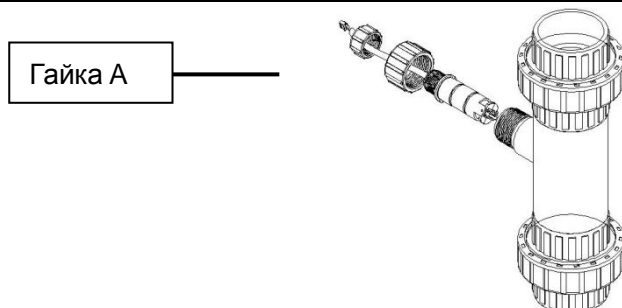

Рисунок 5. Установка зонда расходомера.
- В. Если расходомер прекратил измерение, но измеряемая жидкость по прежнему течет, следует проверить режим работы зонда онлайн. Открутите гайку А (см. рис. 5), и проверьте рабочее состояние диода на задней стороне зонда. Если диод постоянно горит или постоянно выключен, это говорит о том, что рабочее колесо в трубе прекратило вращение. В этом случае, следует прекратить подачу воды, сбросить давление и слить воду в трубопроводе, чтобы проверить - нет ли посторонних веществ, задерживающих рабочее колесо. После очистки вручную проверьте вращение колеса и работу диода. При нормальной работе, установите зонд обратно и продолжите эксплуатацию.